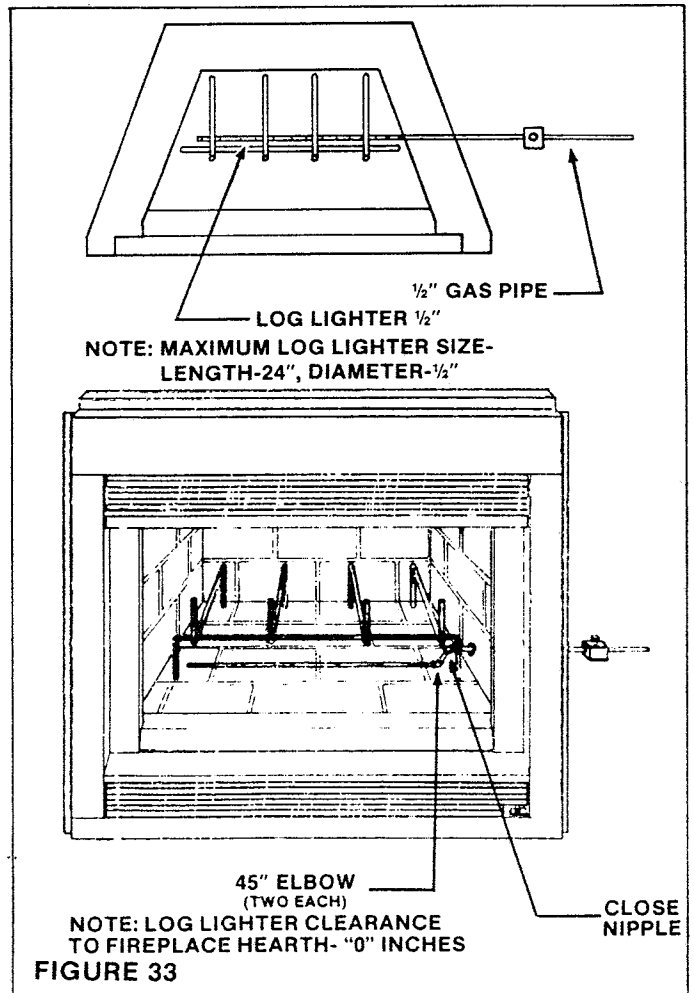

FIGURE 33
- 4) INSTALL GAS LOG LIGHTER MAX. 24" LONG, 1/2 INCH DIAMETER TO ELBOW. (SEE FIG. 33)